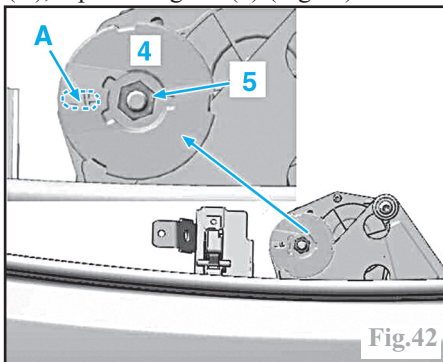

Fig.42
En respectant la position de l'ajourage (A), reposer le galet (4) (Fig.42).